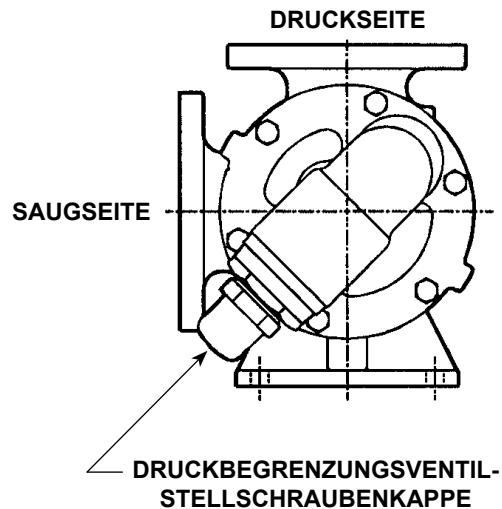

ABBILDUNG 3
3. Die Druckbegrenzungsventil-Stellschraubenkappe muss stets in Richtung der Saugseite der Pumpe zeigen. Siehe **Abbildung 3**. Wenn die Drehrichtung der Pumpe umgekehrt werden soll, das Druckbegrenzungsventil ausbauen und um 180° gedreht einbauen (zunächst den Abschnitt **DREHRICHTUNG DER PUMPE** auf Seite 7 lesen, da hierfür zusätzliche Schritte erforderlich sind).